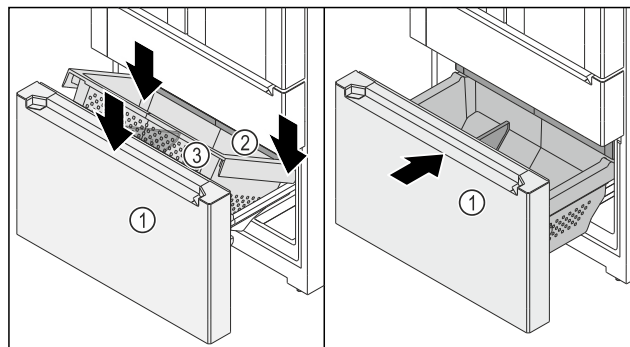

Fig. 152
- Izvlečni voziček Fig. 152 (1) je izvlečen.
- Predal Fig. 152 (2) je vstavljen.
- ▶ Posodo Fig. 152 (3) zadaj namestite na vodila desno in levo.
- ▶ Posodo Fig. 152 (3) spredaj spustite tako, da posoda Fig. 152 (3) desno in levo obkroža vodila.
- ▶ Vstavite izvlečni voziček Fig. 152 (1).